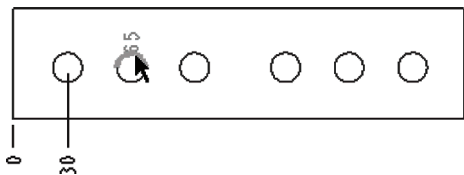
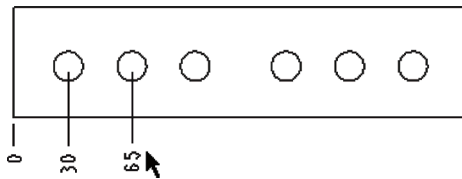

图 11-60 选择要标注的图元
图 11-61 放置纵坐标尺寸
6) “选择参考”对话框中的  (选择图元) 按钮确保处于被选中的状态，此时按住〈Ctrl〉键的同时选择第 2 个圆作为要标注的图元，如图 11-60 所示。然后在所需位置处单击鼠标中键来放置纵坐标尺寸，如图 11-61 所示。